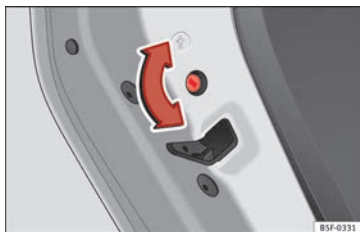

Fig. 105 Seguro para niños de la puerta izquierda
- Con la puerta abierta, gire la ranura con la llave del vehículo en sentido anti-horario para puertas izquierdas » fig. 105 y en sentido horario para las puertas derechas.
- Con la puerta abierta, gire la ranura con la llave del vehículo en sentido anti-horario para puertas derechas y en sentido horario para las puertas izquierdas » fig. 105.